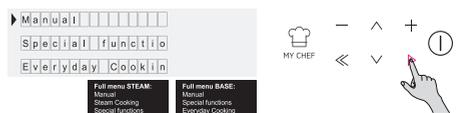

Figura 5
• Pulse el botón OK cuando la flecha en la pantalla esté en MANUAL para configurar una cocción en 3 simples pasos. (Figura 5)